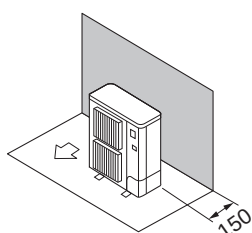

Fig. 2-3
- ① Перешкоди лише ззаду (Fig. 2-3)